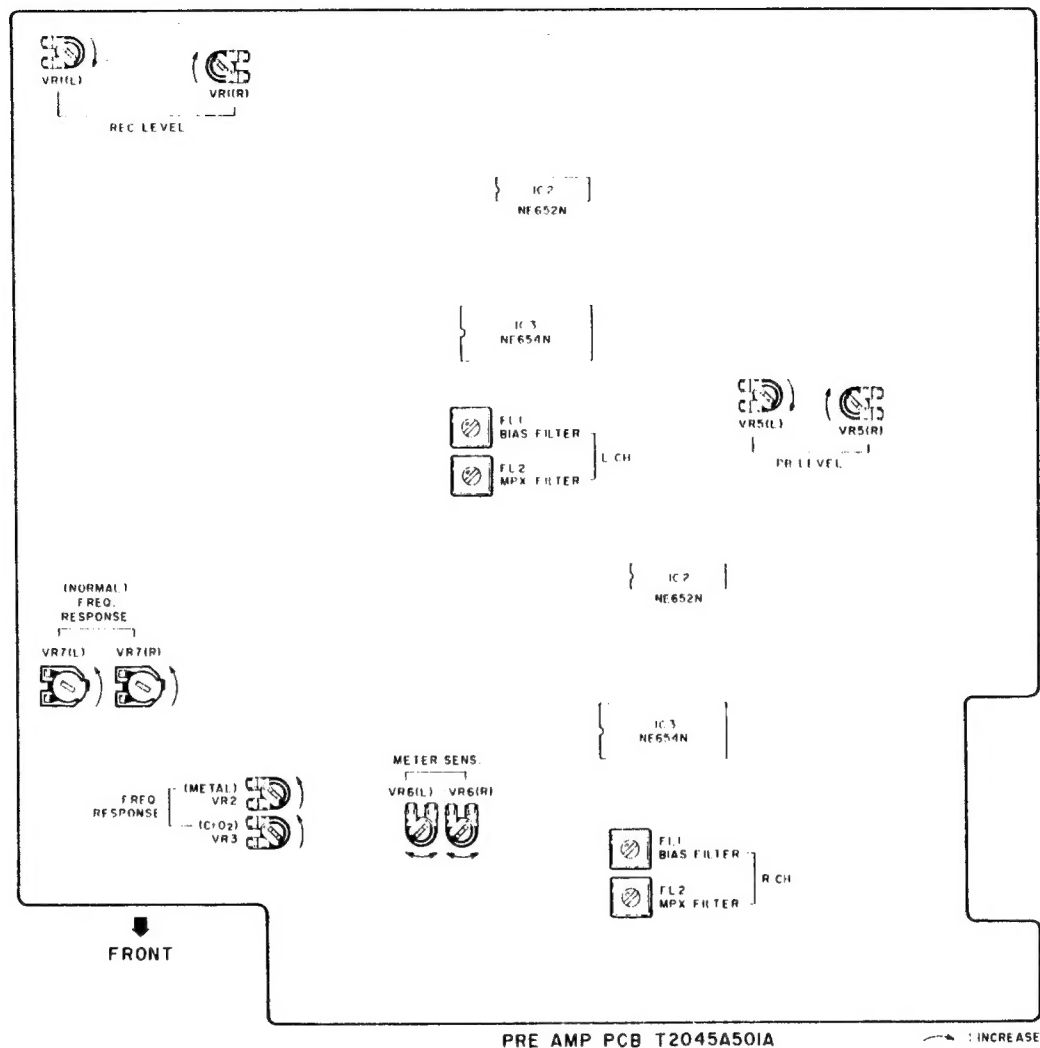

Abb. 7-3 HX-R44* Abgleichpunkte an der Vorverstärker-Leiterplatte
4. Für weitere Einstellungen siehe Abbildung 7-3.